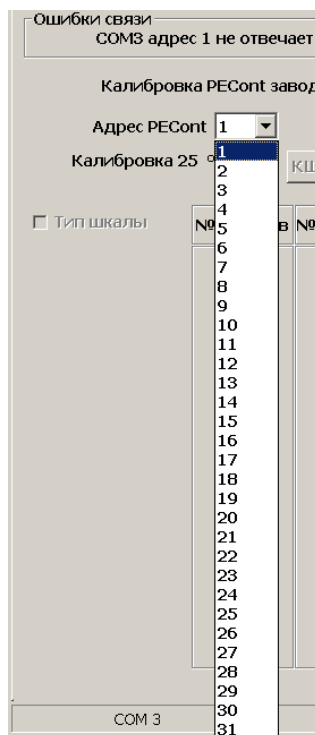

Рисунок 3.3 – Выбор системного адреса модуля РЕCont из списка
3.3.1.6.7 Для ввода адреса следует выбрать окно списка системных адресов регулятора и выбрать системный адрес (см. рисунок 3.3).